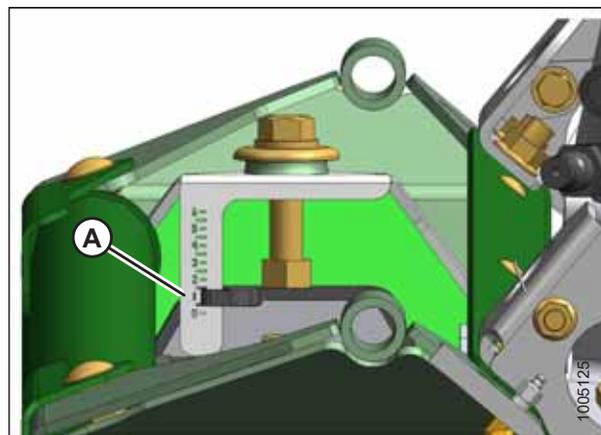

Рисунок 3.70: Измеритель зазора вальцов
- См. рис. 3.70, *страница 51*: Убедитесь, что зазор вальцов соответствует риску 1,5 на измерителе (A).